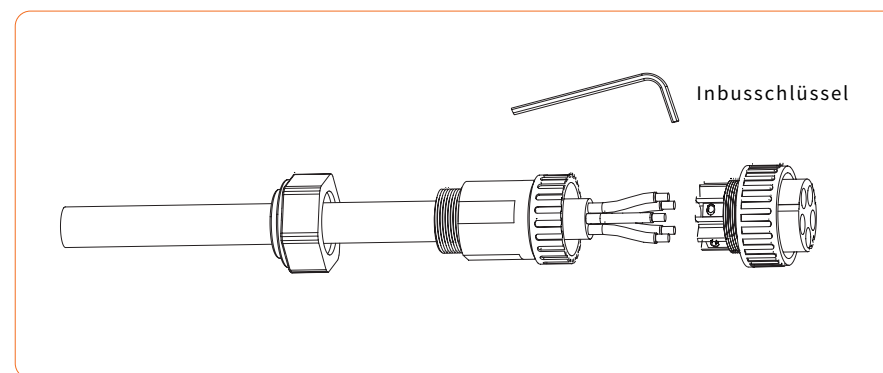

Abbildung 4-22
③ Stecken Sie die abisolierten Enden der fünf Drähte in das entsprechende Loch des Anschlusskopfes, indem Sie die Regeln befolgen: gelbes, grünes Kabel in den PE-Anschluss, rotes oder braunes Kabel in den L-Anschluss (keine Anforderungen an die Reihenfolge von drei Kabeln) und blaues oder schwarzes Kabel in den N-Anschluss. Versuchen Sie, das Kabel herauszuziehen, um sicherzustellen, dass es richtig angeschlossen ist. Wie in Abbildung 4-22 gezeigt: